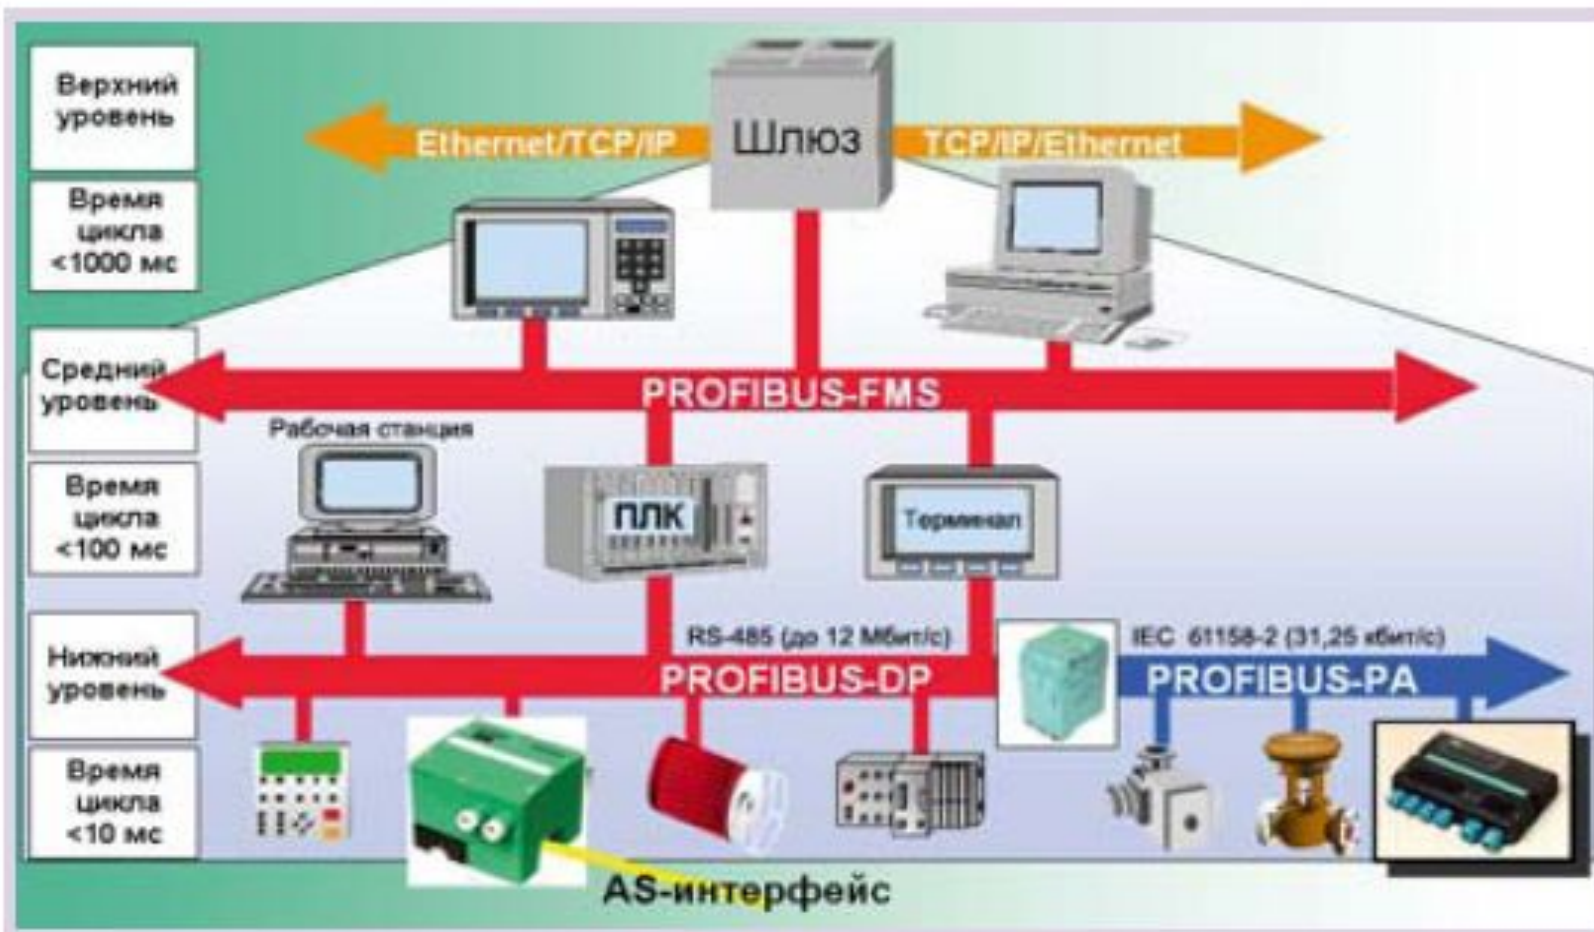

Рис. 2. Структура АСУ ТП на базе PROFIBUS
- На нижнем уровне применяется сеть PROFIBUSDP (рис. 2), обеспечивающая высокоскоростной обмен данными с оконечными устройствами.